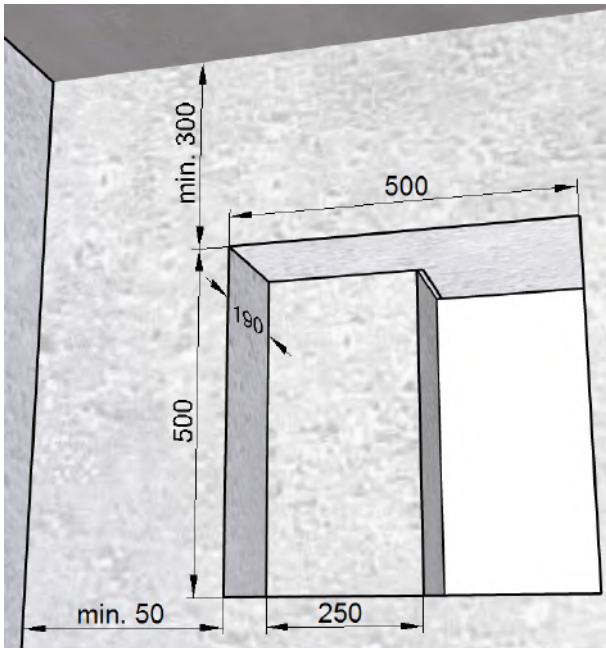

Abb. 8: Mauerdurchbruch für Montageset
- Mauerdurchbruch mit Nische (siehe Abb. 8 auf Seite 14) für Montageset **ohne** Füllstück M-WRG-M/Fü
- Mauerdurchbruch mit Nische (siehe Abb. 8) für Montageset **ohne** Füllstück M-WRG-M/Fü